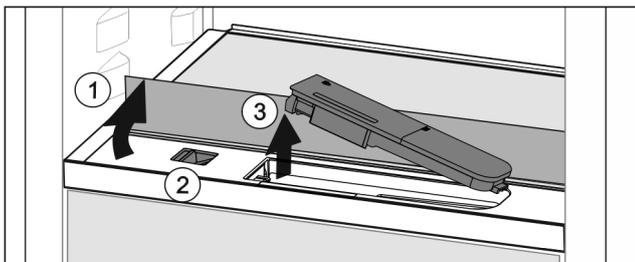

Fig. 54
- ▶ Glasplatte anheben und bis zum Anschlag nach hinten klappen Fig. 54 (1).
- ▶ Schieber Fig. 54 (2) nach links schieben.
- ▶ Wassertank entnehmen Fig. 54 (3).